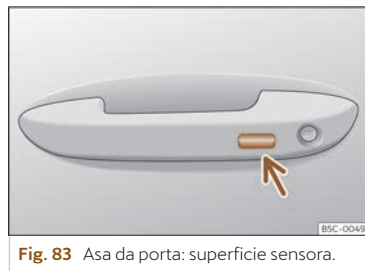

Fig. 83 Asa da porta: superficie sensora.
- **OU BEN:** mediante o sistema Keyless Access (só peche): Durante algúns segundos, manteña un dedo sobre a superficie sensora de bloqueio >>> **fig. 83** (frecha) da asa da porta para que se pechen as xanelas e o teito. Se deixa de tocar a superficie sensora, interrómpease a función de peche.
Durante uns segundos, manteña un dedo na superficie sensora de bloqueo >>> **fig. 83** (frecha) da asa da porta para pechar o teito. Se deixa de tocar a superficie sensora, interrómpese a función de peche.